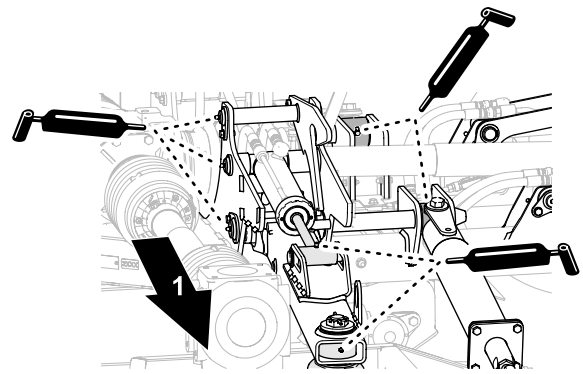

Figura 52
- Aplique grasa del tipo especificado a los brazos de elevación, los cilindros hidráulicos y los tirantes de impacto de las carcasas de corte izquierda y derecha (Figura 52).